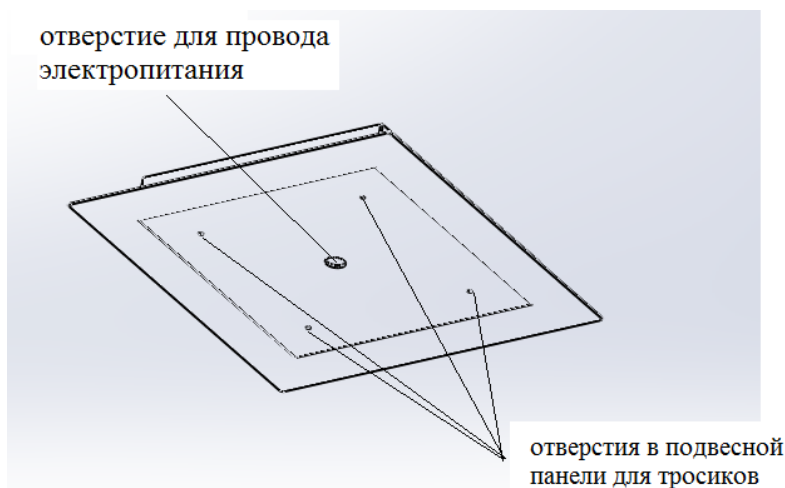

Рис. 1
1. Через четыре отверстия, находящиеся в подвесной панели, необходимо протянуть тросики с захватами. В центральной части подвесной панели находится отверстие, через которое необходимо протянуть электропровод вытяжки (рис.1). Данный провод необходимо подключить к контактной колодке, находящейся у потолка. Необходимо обратить особое внимание на правильное подключение проводов в контактной колодке. Заземляющий провод обозначен желтым цветом.